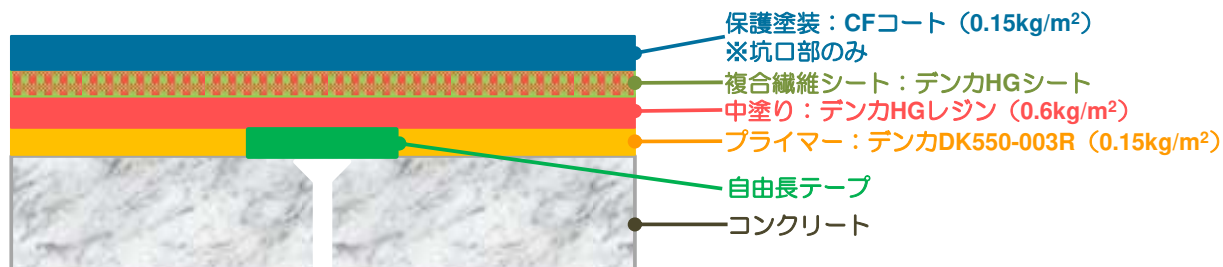

図 1-1 デンカ HG 工法トンネル仕様（既設目地部補修）の施工概念図
- ・本施工要領書は、トンネル覆工コンクリート等のコンクリート片の省工程はく落対策を目的として行う「デンカ HG 工法トンネル仕様」の既設トンネル目地部補修工事に関するものである。本工法の施工概念図を図 1-1 に示す。